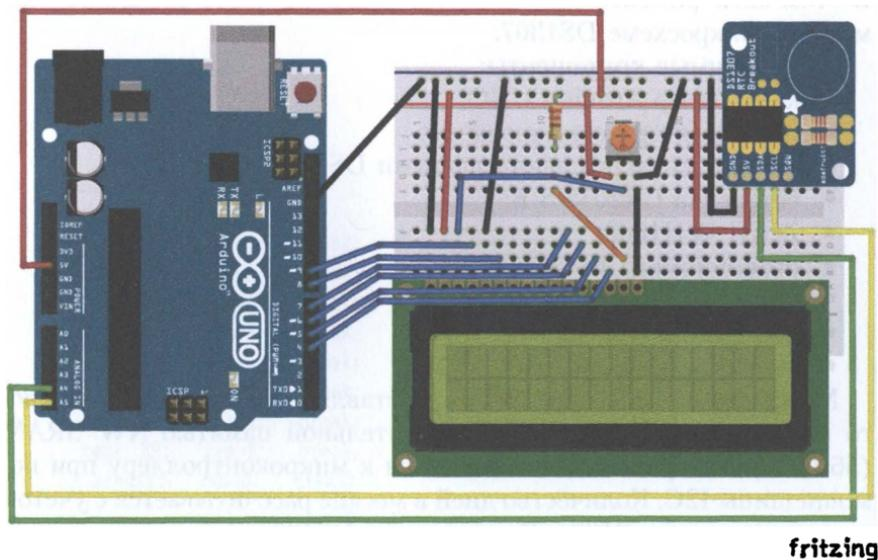

Рис. 26.1. Схема подключения модуля DS 1307 и WH1602 к Arduino
Вывод SDA часов подключается к выводу SDA контроллера. SDA часов – соответственно, к SDA контроллера. В нашем эксперименте мы будем выводить дату и время, получаемые с микросхемы DS1307, на экран LCD индикатора WH1602. Схема подключения показана на рис. 26.1.
1. Подключаем модуль DS1307 и ЖКИ к плате Arduino по схеме на рис. 26.1.